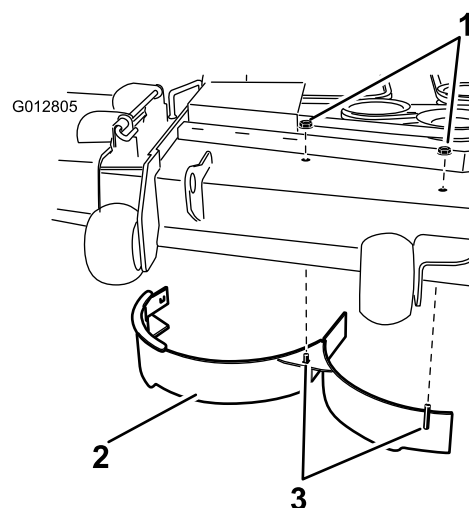

Figure 31
10. Retirez les deux contre-écrous (5/16") qui fixent les montants soudés du déflecteur droit sur le dessus du plateau de coupe, au centre et à droite du centre (Figure 31). Déposez le déflecteur droit du plateau de coupe.